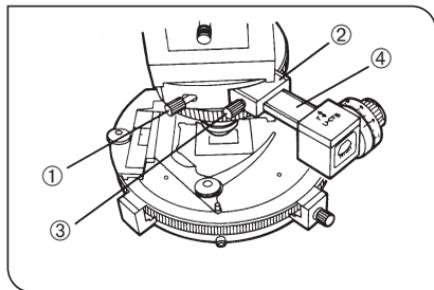

図 1
- ◎ 組み立ての方法は各コンペンセーター共通で、検板用アダプター (U-TAD) または偏光中間鏡筒 (U-PA) に挿入します。(図1)